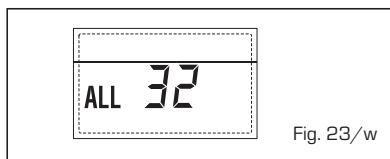

Fig. 23/w
- ANOMALÍA COMUNICACIÓN FICHA RS-485 EN MODALIDAD MODBUS "ALL 33" (fig. 23/k)